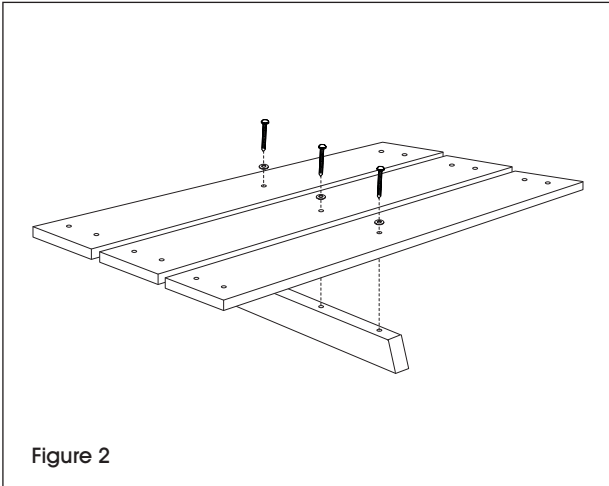

Figure 2
- Alignez les trous prépercés centraux des planches de table sur le support de dessus de table (angles différents). Fixez les tire-fonds de 3 ½ po et les rondelles en utilisant la perceuse et la douille tournevis de 7/16 po. (Voir Figure 2)